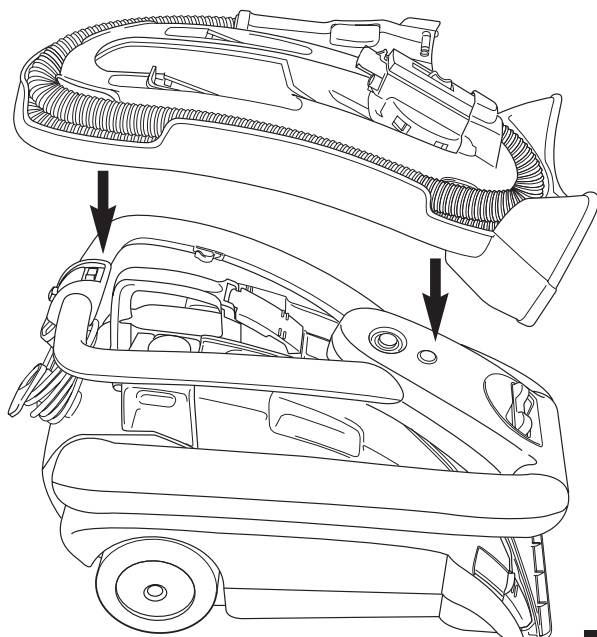

FIG. 13
Paso 1: Deslice hacia arriba las lengüetas **L** a cada lado de la cubierta de succión **M** (Fig. 13).
Step 2: Tool caddy fits perfectly on top of the extractor for storage, (Fig. 13) or you can store tool caddy by hanging it on the wall with screws (slots on back of tool caddy will slide over screws to secure to the wall).
Étape 2 : Le porte-accessoires s'assoie parfaitement sur l'extracteur pour l'entreposage (Fig. 13) ou bien vous pouvez entreposer le porte-accessoires sur un mur avec des vis. Des fentes au dos du porte-accessoires glisseront sur les vis.
Paso 1: El porta utensilios se asienta perfectamente sobre el extractor para ser guardado (Fig. 13) o puede usted guardar el porta utensilios colgándolo en la pared con tornillos (las ranuras en la parte trasera del porta utensilios se deslizan sobre los tornillos para asegurarlo a la pared).